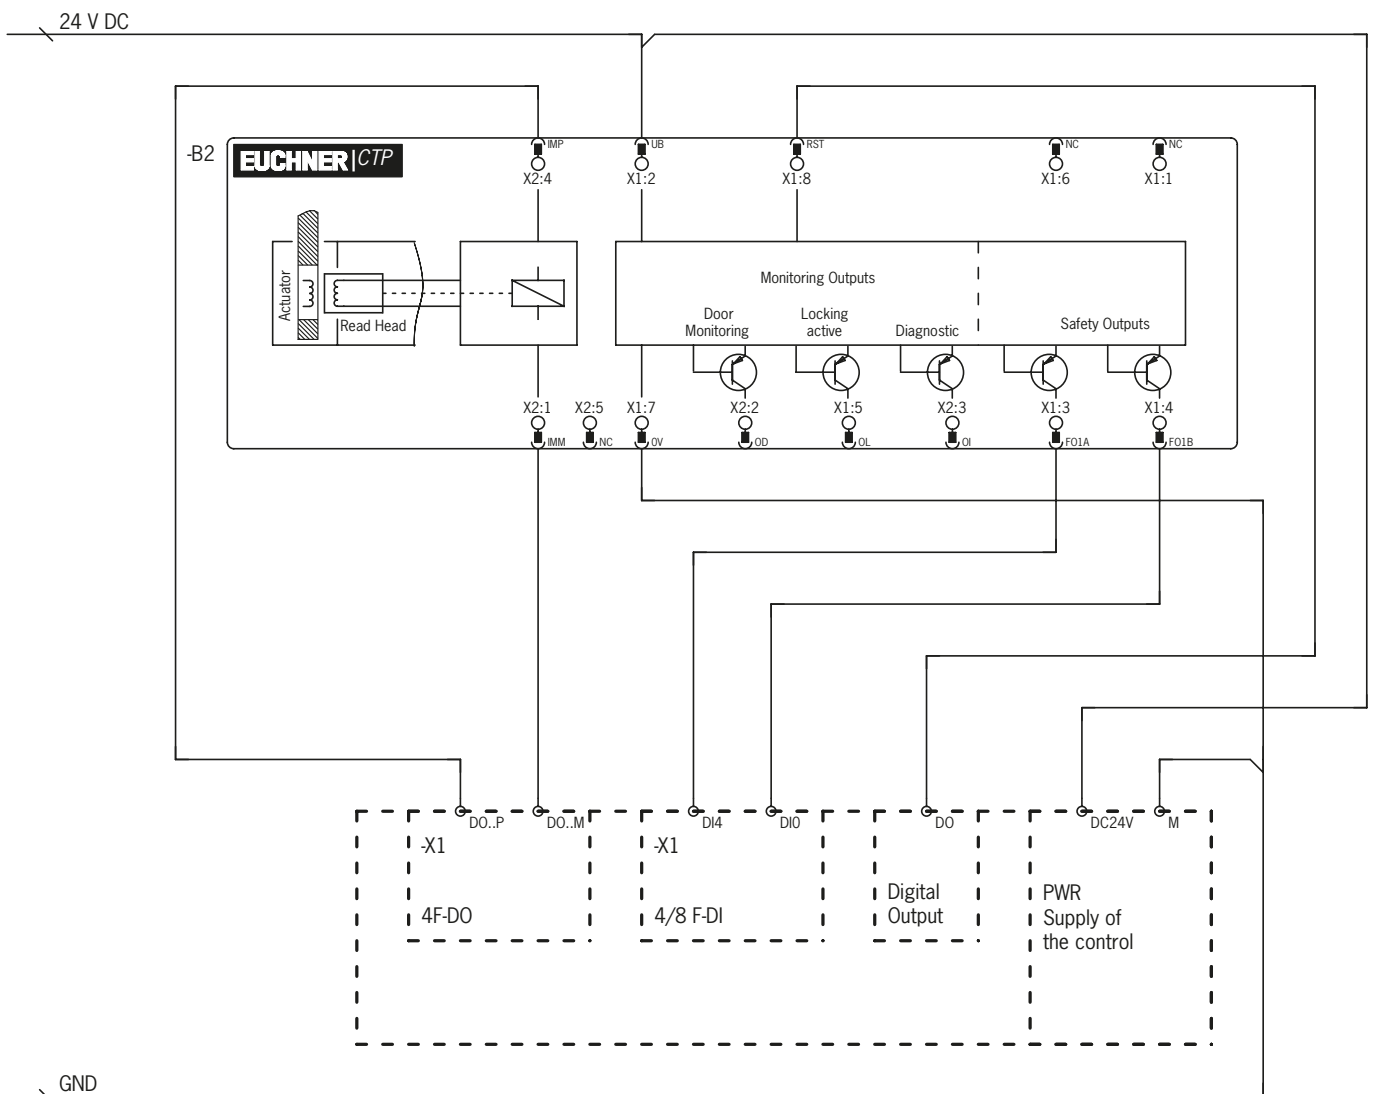

図 4: ET200 に対する接続に関する接続例
- ▶ 制御システムの安全出力を使ったソレノイドバルブのデュアルチャンネル制御の場合、以下のポイントを順守してください (図 4 (P 17) 参照):